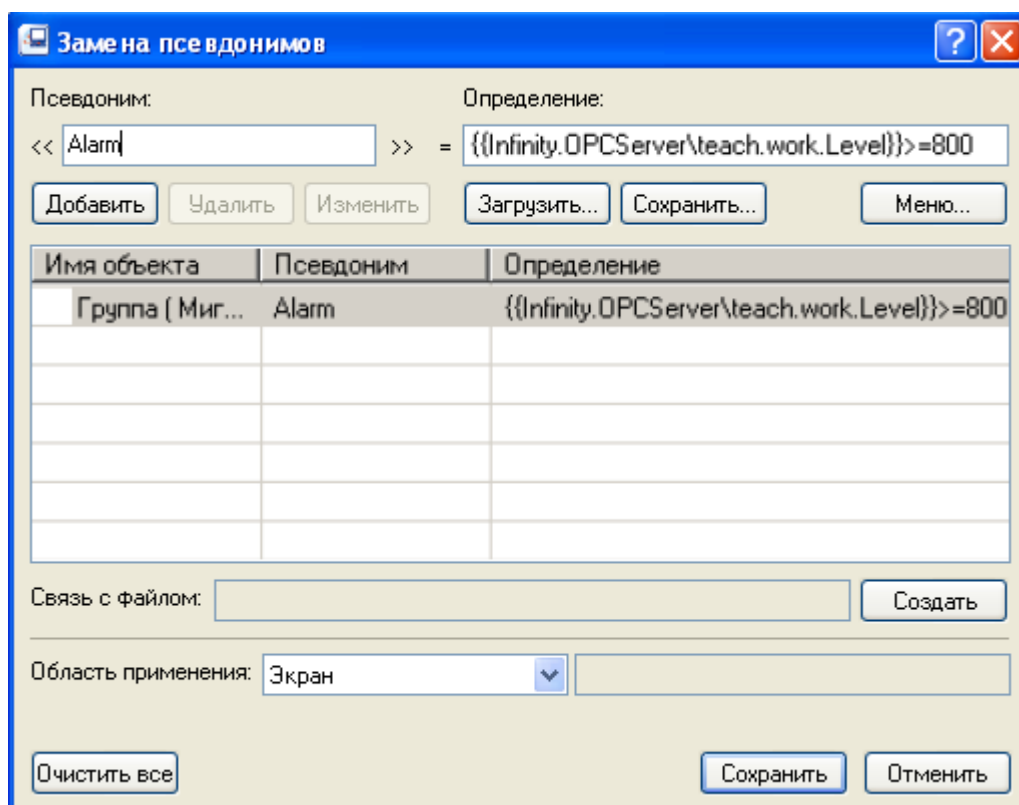

Рис. 10
2. Что бы настроить у элемента **Лампочка** динамику **Мигание**, необходимо вызвать Редактирование псевдонимов и ввести условие. Порог 800 единиц. (Рис. 10).